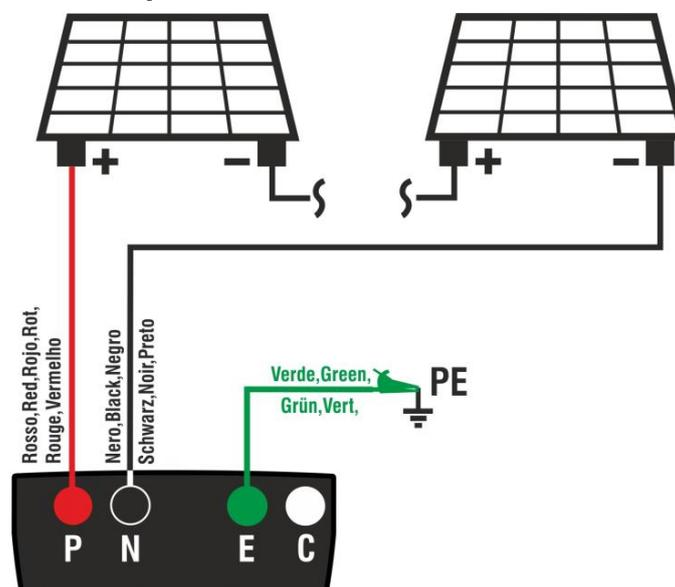

Fig. 7: Conexión instrumento para medida de aislamiento de forma DUAL
- Conecte el instrumento al string FV en prueba como se muestra en Fig. 7. La prueba puede ser realizada también sobre más strings en paralelo entre sí. Se recuerda que es necesario separar también eventuales descargadores conectados a los cables del string/strings y que es aconsejable realizar la medida aguas arriba de eventuales diodos de bloqueo